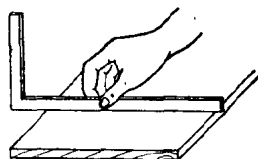

图 1-5 检查平面
4.检查平面 用曲尺检查较宽木料的平面时,可用手捏住曲尺的尺翼,将曲尺立置在木料面上所要检查的部位,目视尺边与木料表面的缝隙就知道凹凸了(图1-5)。